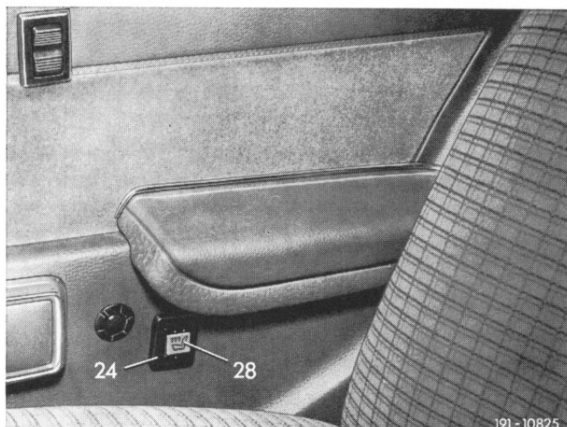

Bild 15
47 Abdeckblenden (24) mit den Teilen (25 bis 27) an beiden Seitenwänden montieren. Anschließend die Schalter (28) eindrücken (Bild 15).